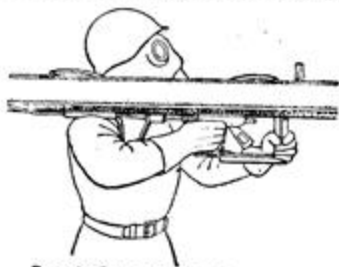

Рис. 3. Стрельба из ружья стоя
4. При стрельбе стоя, с колена или сидя положить ружьё на плечо до упора в плечевой упор (рис. 3).